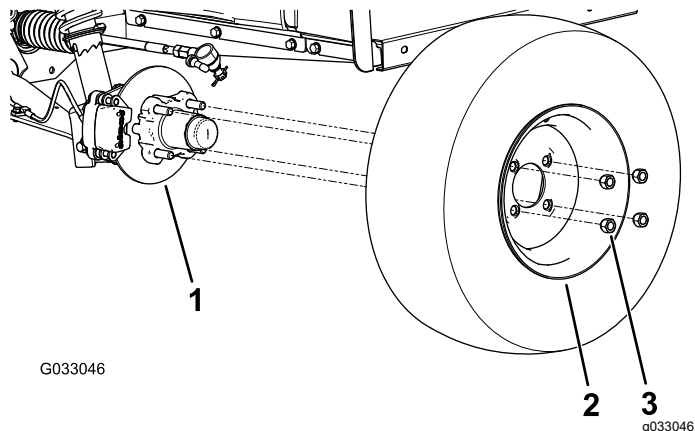

图 30
2. 卸下将车轮固定到轮毂上的 4 个车轮螺母 图 30。
4. 将车轮中的孔与轮毂中的螺栓对齐并将车轮安装到轮毂上阀杆向外 图 30。
5. 使用车轮螺母将车轮固定到轮毂上 图 30。